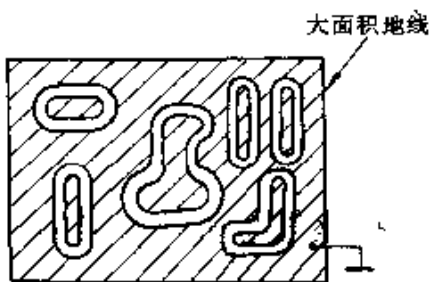

图 3-7
⑦ 在高频电路中,可采用大面积包围式地线方式,即将各条信号线以外的铜箔面全部作为地线,如图 3-7 所示。这样能够有效地防止电路自激,提高高频工作的稳定性。高频电路中元器件之间的连线应尽量短,以减少分布参数对高频电路的影响。